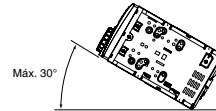

Figura 2
- Instale la unidad a 30° del plano horizontal. (Figura 2)